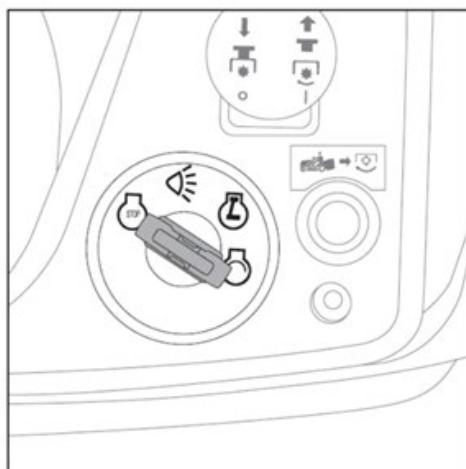

Fig.14
1. Para encender los faros, gire la llave desde la posición “RUN” a la posición “FARO”. (Fig. 14)